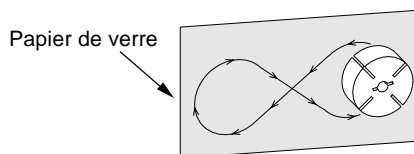

Figure 22 - Sablage du rotor
15. Placez du papier de verre fin (600 grains) sur une surface plane. Sablez le rotor légèrement en forme de huit quatre fois (voir Figure 22).